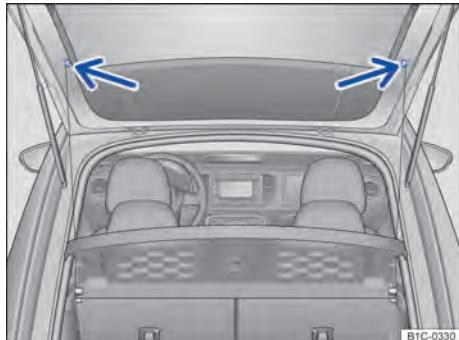

Fig. 89 No compartimento de bagagem: desprender e prender as cintas de fixação da cobertura do compartimento de bagagem na tampa traseira.
- Desprender as cintas de fixação na tampa traseira \Rightarrow Fig. 89 (setas).
- Prender as cintas de fixação na tampa traseira \Rightarrow Fig. 89 (setas).